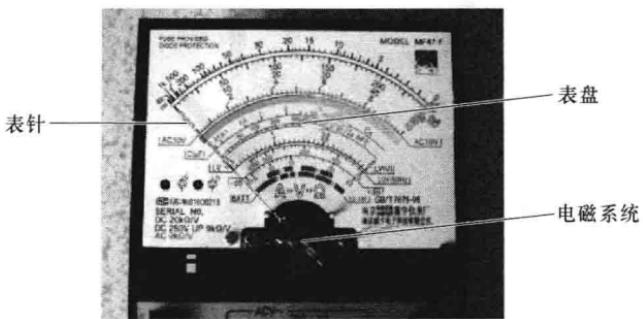

图 1-6 指针万用表表头的构成
1) 表头。表头由电磁系统(磁铁、线圈、游丝)和表针(指针)构成,如图 1-6 所示。有微弱的电流通过线圈后,它就会产生磁场,控制表针从左侧向右侧偏转。电流越大,偏转角度也越大。因线圈采用线径较细的漆包线绕制,所以需要通过电阻降压限流为它供电,才能获得较大的量程范围和较多的测量项目。